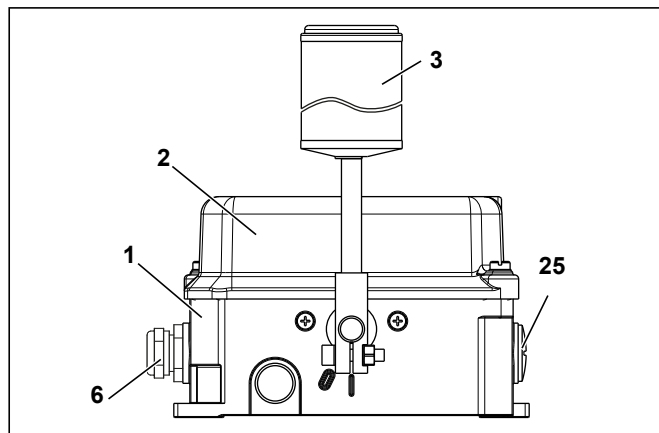

Abb. 6-1: Band-Schieflaufschalter
2. Prüfen Sie den Band-Schiefelaufschalter auf Verschmutzungen und Vereisungen. Der Rollenhebel (3) darf nicht durch Schmutz bzw. Vereisungen blockiert sein (s. Abb. 6-1). Reinigen Sie den Band-Schiefelaufschalter bei Verschmutzung bzw. Vereisung (siehe Abschnitt 6.4, Seite 28).